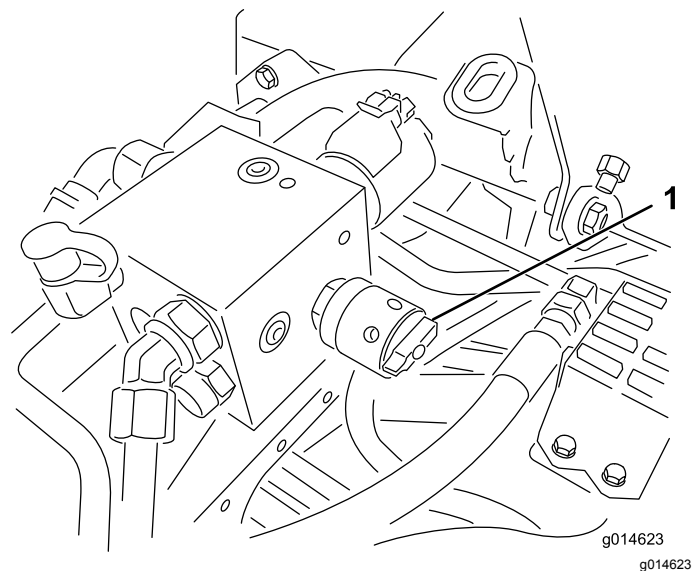

Figura 52
6. Gire el control de velocidad del molinete a la posición 1 (Figura 52).